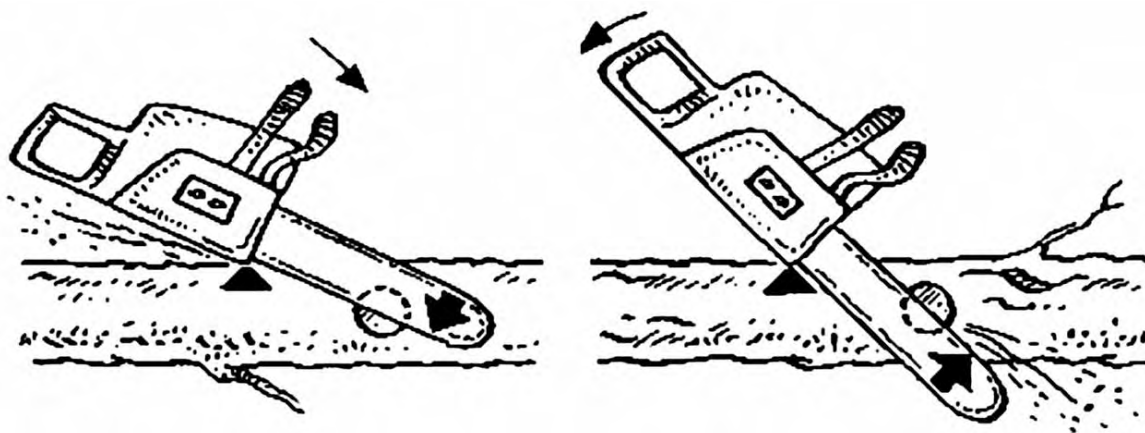

FIG. 091
- Siempre que se pueda, apoyar el cuerpo de la máquina en la pierna o el tronco para sujetarla mejor y utilizarla de palanca en ciertos cortes. **FIG. 091**